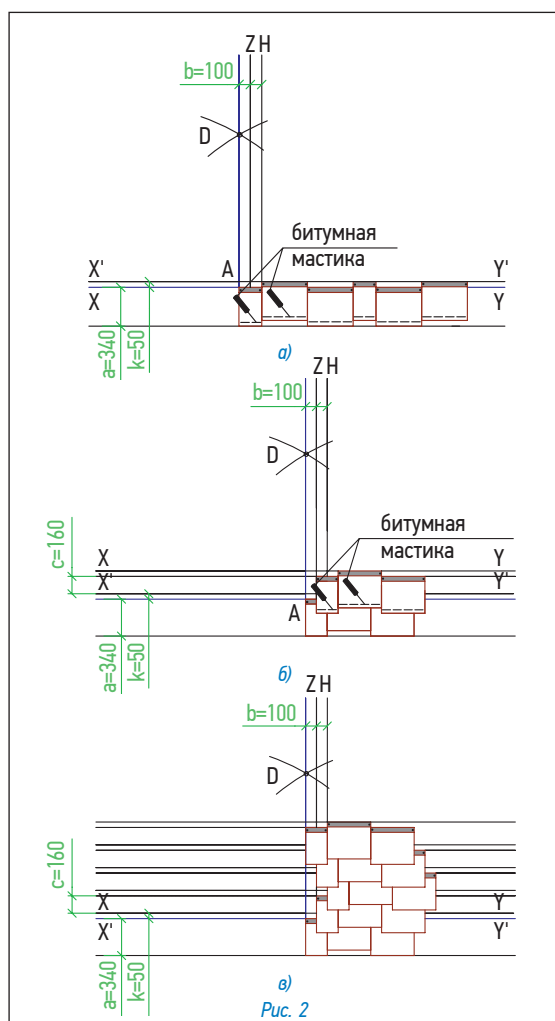

Рис. 2
Укладка материала (рис. 2)
- укладка черепицы начинается от линии AD, при этом верхний край листов выравнивается по линиям XY и X'Y' (рис. 2а);
- листы укладываются встык и фиксируются двумя гвоздями на расстоянии 2,5 см от верхнего края (рис. 2а), по нижнему краю черепица фиксируется битумной мастикой;
- листы второго ряда черепицы укладываются от линии Z, их верхний край выравнивается по линиям, параллельным XY; каждый лист фиксируется двумя гвоздями (рис. 2б);
- третий ряд укладывается от линии H, четвертый — от линии Z, пятый — от линии AD, (рис. 2в);